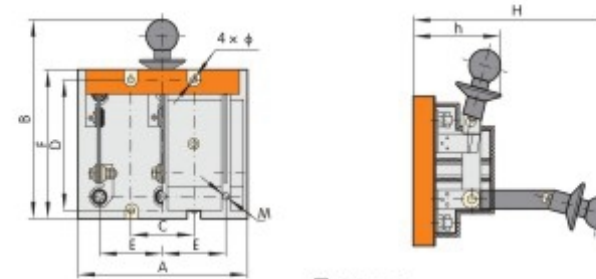

图1 Figure 1
- HD11F板前接线(见图1、表2)。 Front connection for HD11F(See Figure 1, Table 2)